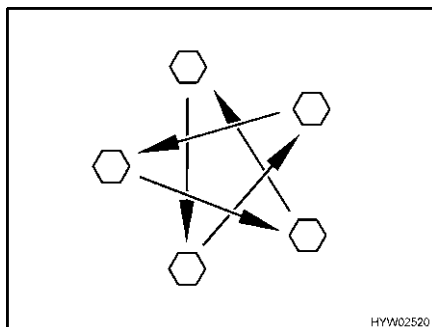

Fig. 274 Serrer en croix les écrous ou les boulons de roue
- Vérifier régulièrement le serrage des écrous ou des boulons de roues. Reserrer alternativement et en croix (Fig. 274) tous les écrous ou les boulons de roue 50 km après le changement d'une roue.
- ▷ Serrer en croix les écrous ou les boulons de roue (Fig. 274).